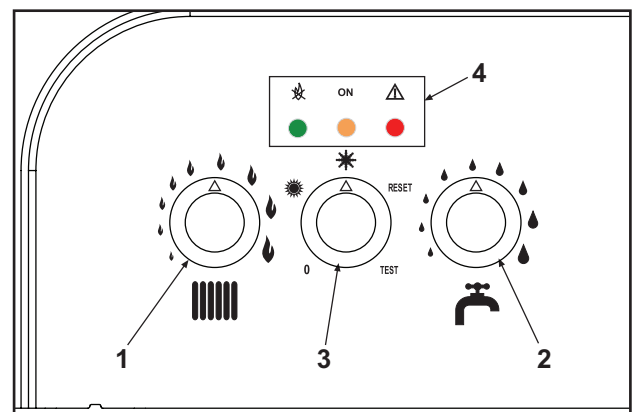

Fig. 1
Durante el funcionamiento normal, el control de diagnóstico informa sobre el estado de la caldera mediante los testigos (4 - fig.1):
- girar el mando del agua caliente sanitaria (ref. 2 - fig. 1) hasta el mínimo (para funcionamiento con gas Metano) o hasta el máximo (para funcionamiento con GLP);
- girar el mando de la calefacción (ref. 1 - fig. 1) hasta el mínimo y, luego, hasta el máximo;